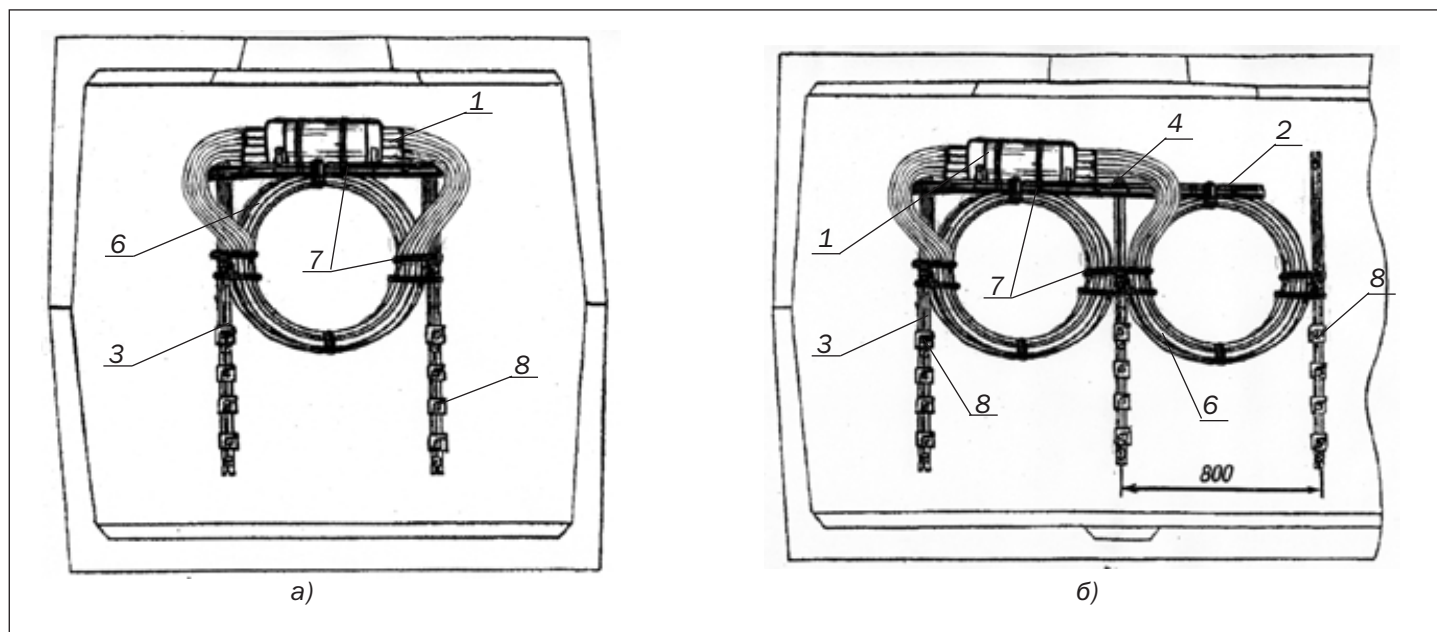

Рисунок 4.53 – Кронштейн и болты консольные для установки муфты в колодце
4.10.1 Закрепить “Кронштейн для установки муфт в колодцах” (рисунок 4.53) на стойках кронштейнов колодца консольными болтами.